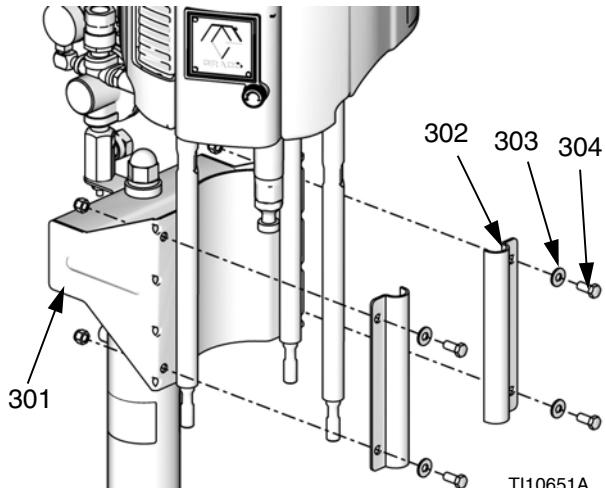

Рис. 27
- Выровняйте и вставьте соединительные тяги в поршневой насос. См. Рис. 27.
- Установите узел насоса вплотную к опорной части (301) таким образом, чтобы зажимы (302) были помещены на соединительные тяги.